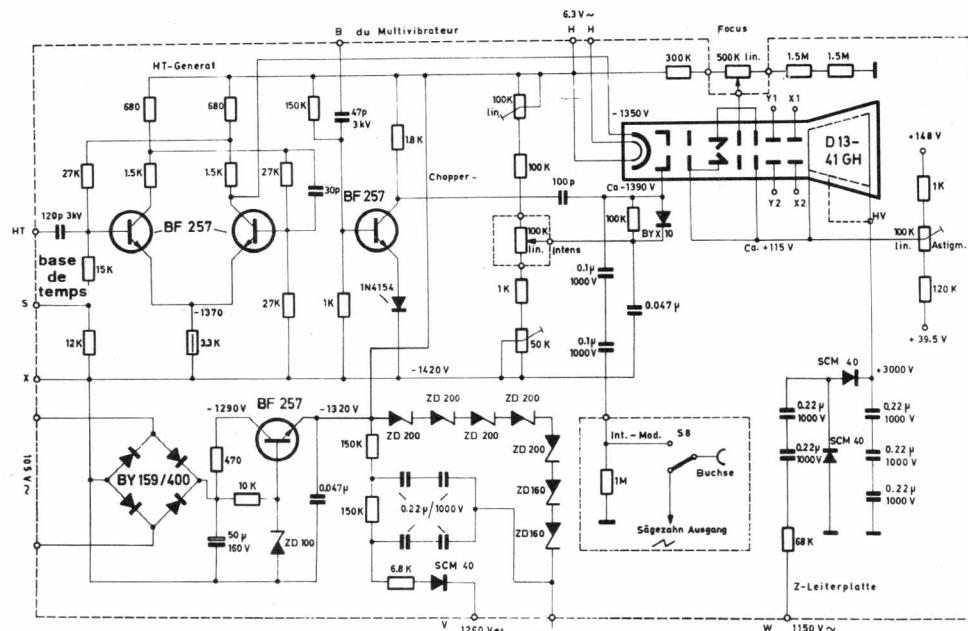

Fig. 9
i) Les circuits de commande du tube cathodique (fig. 9) :